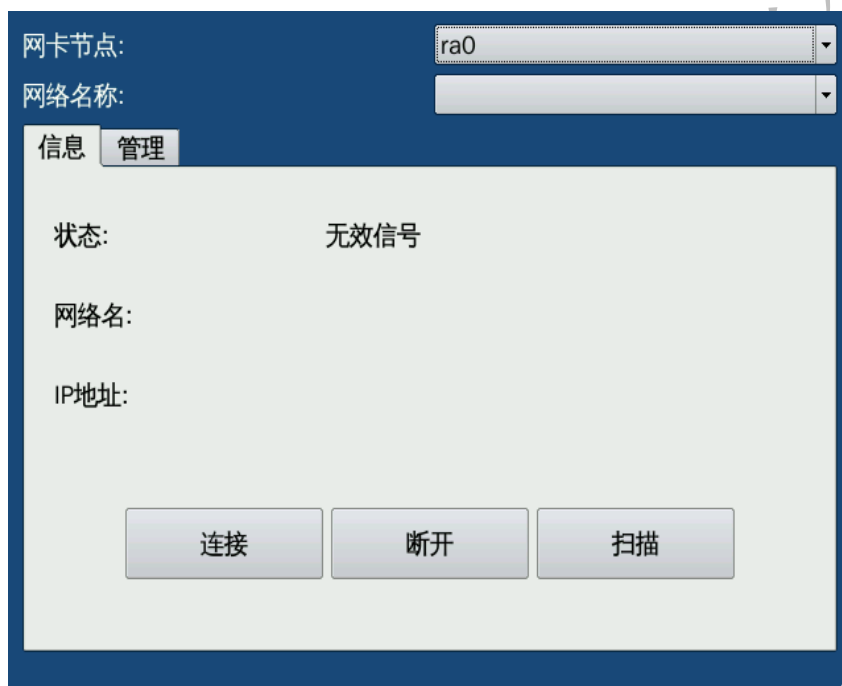

图 1
1. 点击扫描键，搜索到附近 WIFI 热点（图 1）（图 2）